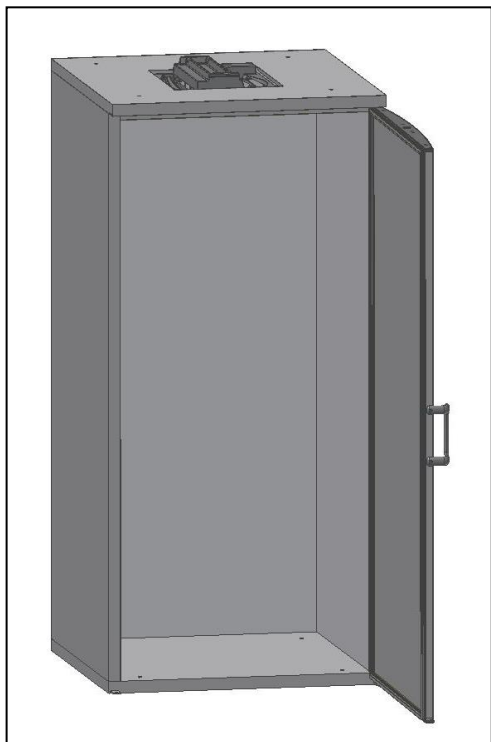

Fig. 9
- Inserire **la porta** nel fondo e nel coperchio (Fig.9). Montare la porta in modo ad aprire a sinistra o a destra.